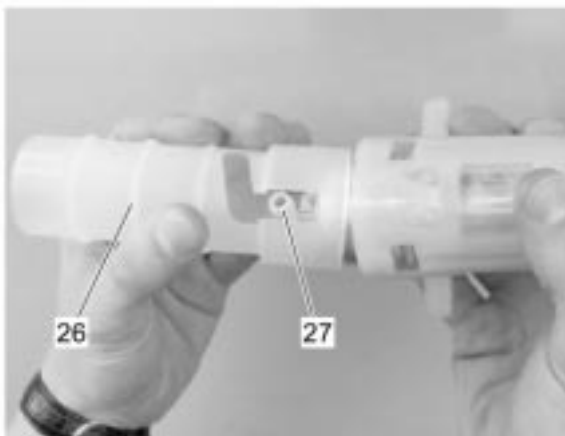
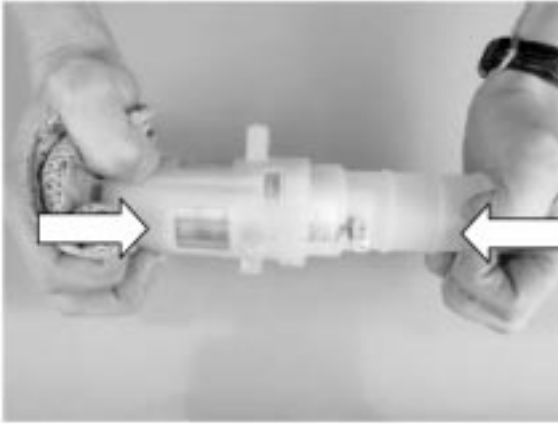
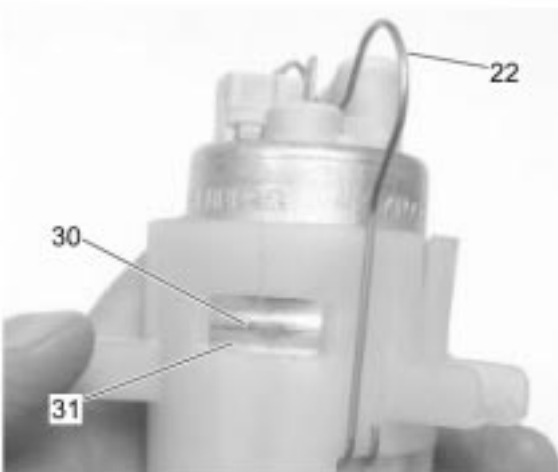

Abb. 8
Abb. 9
Abb. 12
☞ Beim Aufdrücken den Ansaugfilter der Pumpe mit einem fusselfreien Tuch vor Beschädigungen schützen (siehe → Abb. 9).
- Die neue Pumpe mit dem abgewinkelten Druckstutzen (27) der Pumpe in die Aussparung des Werkzeugs (26) (Pierburg-Nr. 4.00063.00.0) einsetzen (Siehe → Abb. 8.)
- Die Pumpe mit dem Werkzeug muss nun so in die Hülse eingeführt werden, dass der Ansaugstutzen (29) in die entsprechende Öffnung (28) im Boden der Hülse zu sitzen kommt.
☞ Beim Aufdrücken den Ansaugfilter der Pumpe mit einem fusselfreien Tuch vor Beschädigungen schützen (siehe → Abb. 9). Die Pumpe ist weit genug eingeschoben, wenn in der Aussparung (31) der Hülse die umlaufende Wulst (30) sichtbar ist.
- Lässt sich die Pumpe nicht so weit eindrücken, sind Hülse und Pumpe zueinander verdreht und der Ansaugstutzen (29) greift nicht in die entsprechende Öffnung (28) im Boden der Hülse.
- Die Pumpe mit dem Bügel (22) in der Hülse sichern (siehe → Abb. 12).